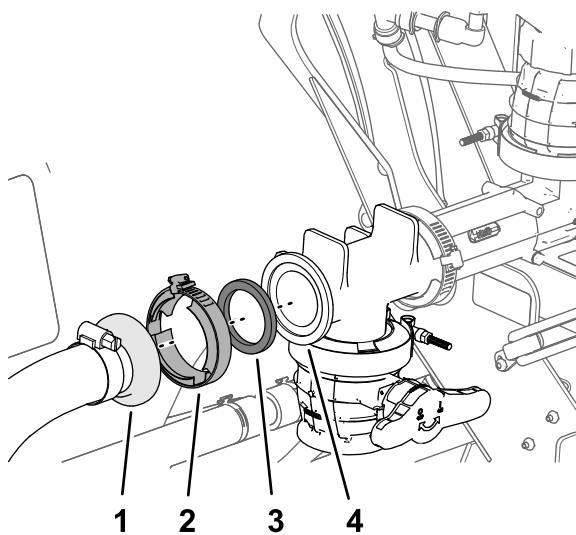

Figura 31
7. Conecte el acoplamiento dentado recto de la manguera del eyector a la brida del acoplamiento en T del eyector con una junta y una brida de fijación, y apriete la abrazadera a mano (Figura 31).